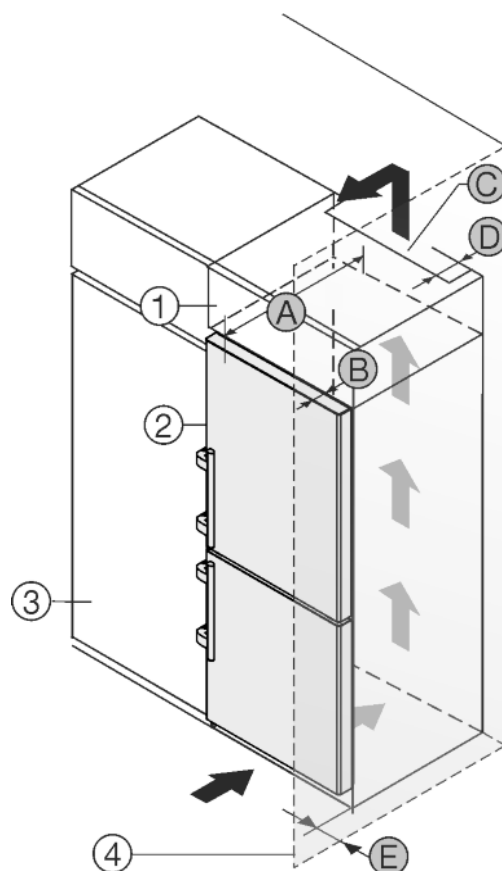

Fig. 26
Устройство может быть окружено кухонными шкафами. Чтобы уравнивать устройство *Fig. 26 (2)* по высоте с кухонной стенкой, можно установить над устройством дополнительный шкафчик *Fig. 26 (1)*.
Установить устройство можно непосредственно рядом с кухонным шкафом *Fig. 26 (3)*. Чтобы можно было полностью открыть двери, устройство должно выступать на глубину *Fig. 26 (B)* относительно передней стенки кухонного шкафа. В зависимости от глубины кухонных шкафов и использования пристенных распорок устройство может выступать и больше.
- На задней стенке дополнительного шкафчика должен быть вентиляционный канал с глубиной *Fig. 26 (D)* по всей ширине этого шкафа.
- Нужно соблюдать вентиляционное отверстие *Fig. 26 (C)* под нижней панелью.
Если устройство установлено на шарнирах у стены *Fig. 26 (4)*, то нужно соблюдать расстояние *Fig. 26 (E)* между устройством и стеной. Настолько выступает ручка при открытой дверице.